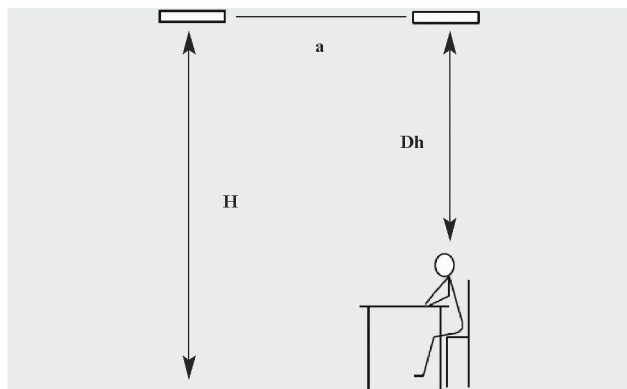
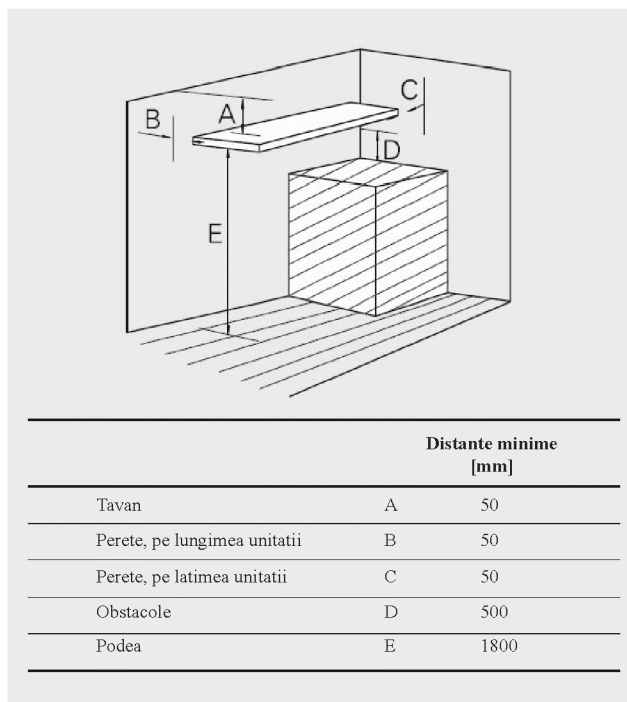
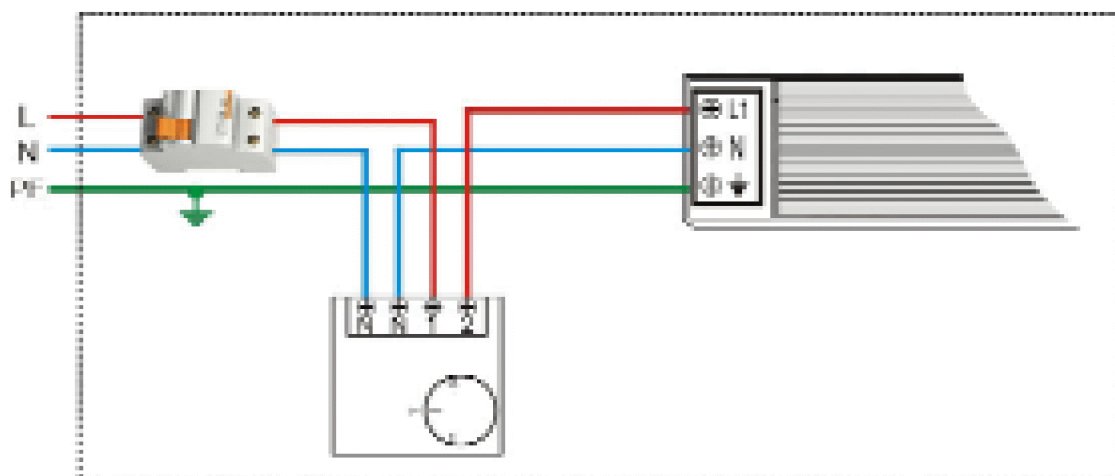

Fig. 2: Pozitionare verticala.
Fig. 3: Distante minime de montaj.
Fig. 4: Kit montaj.
La instalarea panourilor distanta dintre unitati ar trebui sa nu fie mai mare decat inaltimea dintre unitate si podea, adica (a) ar trebui sa fie mai mica decat (H), vezi Fig.2. In camere folosite rar aceasta distanta poate fi mai mare. In camere folosite des distanta dintre panou si o persoana care sta la birou ar trebui sa fie macar 1,5 - 2 metri (Δh). Cand aceste doua conditii sunt indeplinite diferenta de temperatura de operare nu va depasi nivelul de confort $\Delta t_{op} = 5^\circ\text{C}$. Asta inseamna ca diferenta dintre temperatura reala si temperatura resimtita de catre o persoana nu va fi mai mare de 5°C .
Panourile se monteaza pe tavan, pe armaturi sau suspendate de tavan sau pe perete prin intermediul bratarilor cablurilor sau lanturilor. Panourile sunt fabricate pentru instalare permanenta. Pentru distantele minime de montaj, vezi Fig.3. Kitul de montaj se gaseste in ambalajului panoului, vezi Fig.4.
Panourile se monteaza pe tavan sau pe perete, pe armaturi sau suspendate de tavan prin intermediul cablurilor sau lanturilor. Panourile sunt fabricate pentru instalare permanenta. In locatii folosite frecvent, panoul trebuie montat la o inaltime de 1,5 - 2 metri deasupra capului, vezi Fig.2. Distanta dintre panouri nu trebuie sa fie mai mare decat distanta dintre panou si podea, adica "a" < "H", vezi Fig.2. Distantele minime de montaj sunt date in Fig.3. Bratarile de montaj cat si suruburile se gasesc in ambalajul panoului.